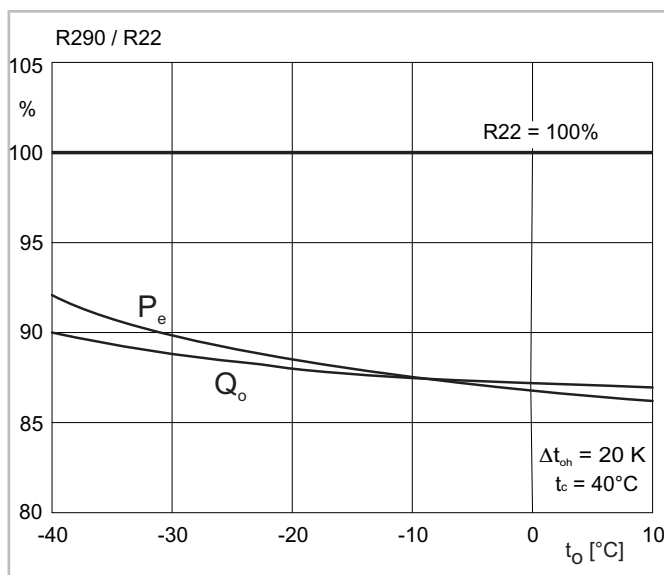
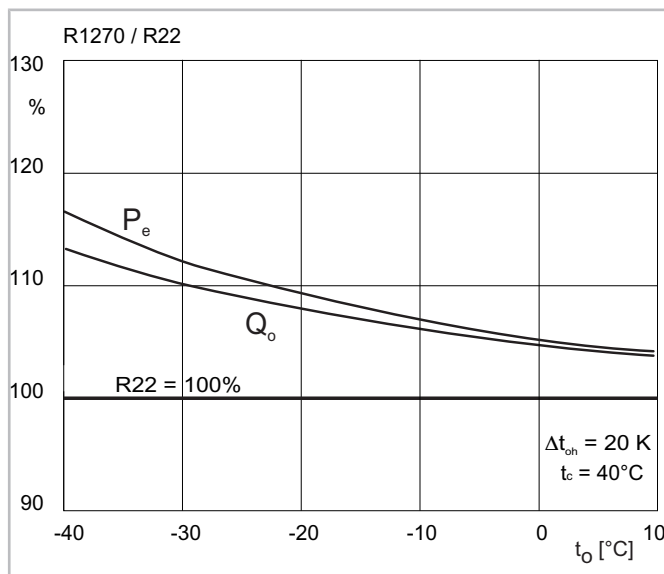

Fig. 7: Comparaison des performances R290/R22 pour compresseurs à piston hermétiques accessibles refroidis par gaz d'aspiration
Fig. 8: Comparaison des performances R1270/R22 pour compresseurs à piston hermétiques accessibles refroidis par gaz d'aspiration
- En ce qui concerne les coefficients de performance (COP), R 290 et R1270 ne diffèrent que peu de R22 (voir figure 7, page 36 et voir figure 8, page 37) et sont donc plus appropriés que R404A/R507A pour la réfrigération à moyenne température et la climatisation,.